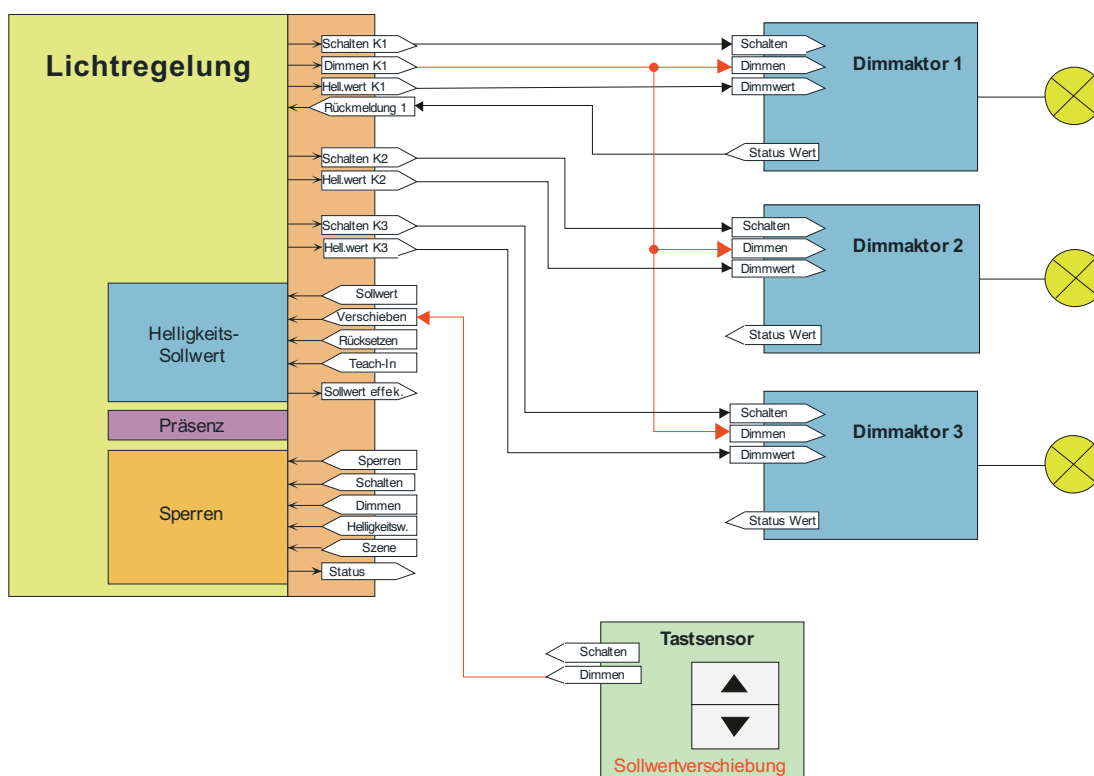

Bild 16: Applikationsbeispiel zur Sollwertverschiebung mit 3 Beleuchtungskanälen
- i** Wenn bei der Lichtregelung auch die Beleuchtungskanäle 2 oder 3 in Verwendung sind (Bild 16), müssen die 4 Bit Dimmobjekte der über diese Kanäle angesteuerten Dimmaktoren mit dem Objekt "Ausgang Kanal 1 Dimmen" der Lichtregelung verbunden werden (gleiche Gruppenadresse wie Dimmaktor im Kanal 1).